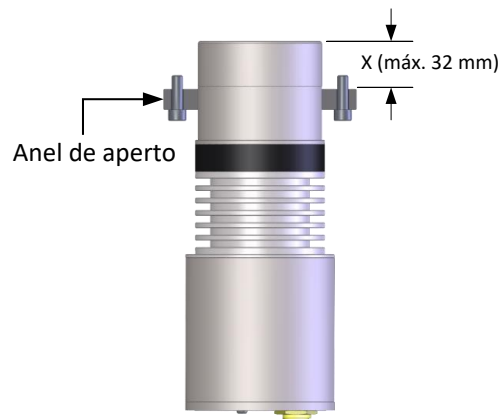

Figura 28: Posicionamento do anel de aperto
4. Ajuste a posição do anel de aperto de acordo com a profundidade de inserção necessária (Figura 28)